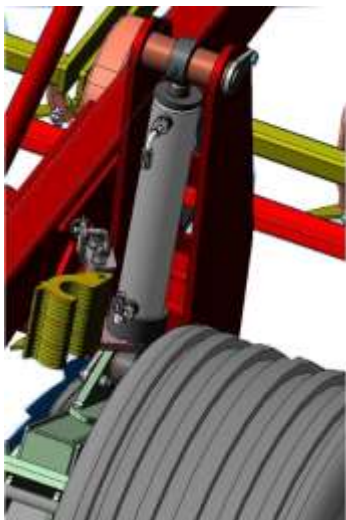

Рисунок 6 – Упор в рабочем положении
набор откидных пластин. При работе упоры должны быть установлены в рабочее положение рис.6
- Перевести упоры цилиндров опорных колес в рабочее положение рис.6;